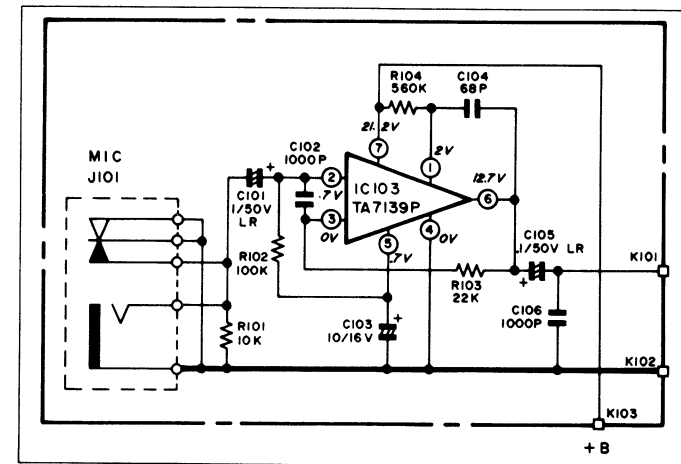

Abbildung 5-1
1. Mikrofonverstärkerkreis (Siehe Abbildung 5-1)